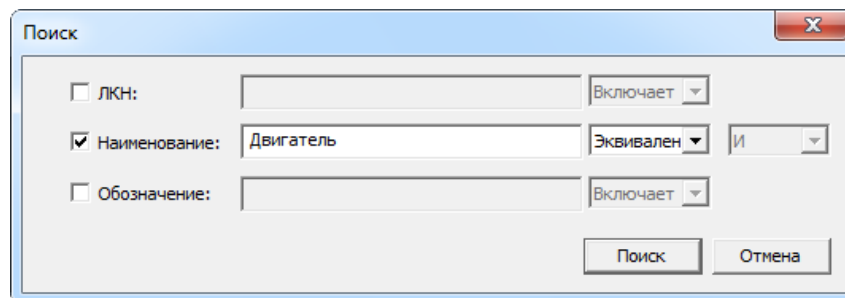

Рис. 10-69 – Диалоговое окно простого поиска
1) Открыть диалоговое окно «Поиск», нажав кнопку «Поиск» панели «Правка» и выбрав пункт «Простой поиск» (рис. 10-69). Заполнить необходимые данные для поиска объекта и нажать кнопку «Поиск».